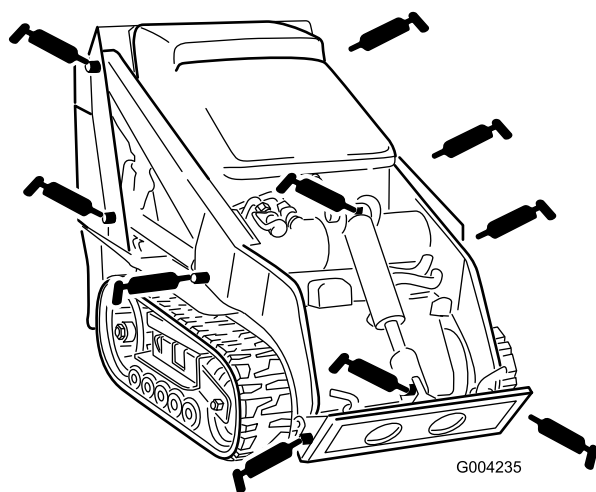
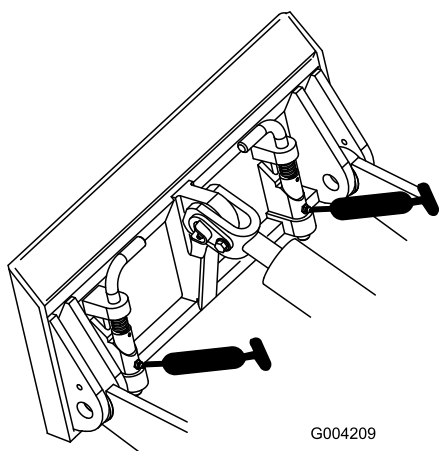

Figura 30
Figura 31
3. Conecte una pistola de engrasar a cada punto de engrase (Figura 30 y Figura 31).